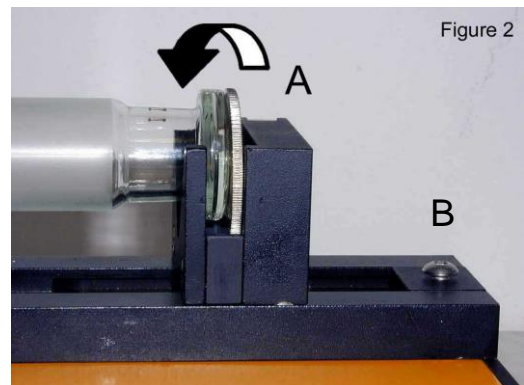

Fig. 3 : V-Halter mit Arretierungsrad
- Der Spritzenkörper wird zusätzlich mit dem elastischen Band befestigt (Fig. 3 A).